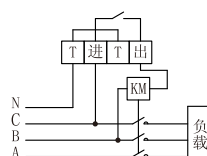

图24
- c) 控制接触器的线圈电压AC380V 50Hz,接线方法如图24所示。
- 3、图24中，KM的线圈工作电压为AC380V。